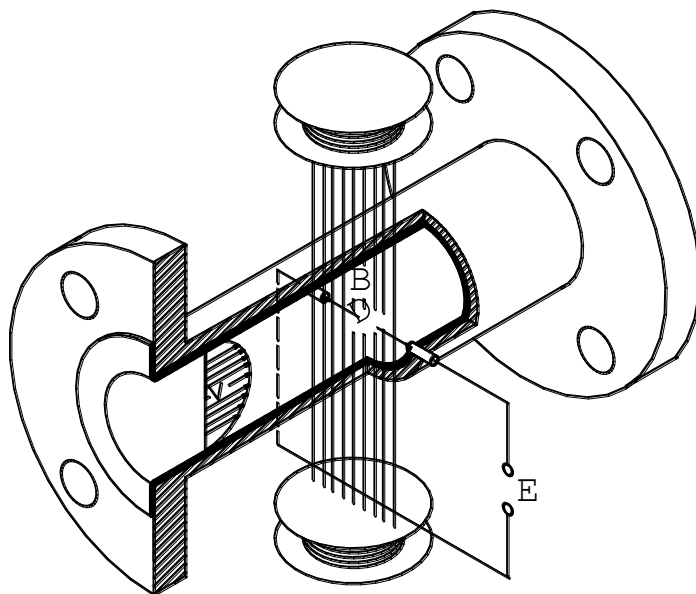

Рисунок 4.1
4.1.1 Принцип действия расходомера основан на явлении электромагнитной индукции (см. рисунок 4.1).
4.2.3 ППР представляет собой отрезок трубопровода из немагнитного материала (см. рис.4.1), внутренняя поверхность которого футерована диэлектриком (фторопластом). В диаметрально противоположных стенках трубопровода установлены два электрода, контактирующие с измеряемой средой и предназначенные для съёма ЭДС индукции (E). Благодаря такой конструкции ППР расходомер вносит минимальное гидравлическое сопротивление в поток жидкости. Магнитная система ППР состоит из двух последовательно включённых катушек возбуждения и магнитопровода. ЭДС индукции усиливается в блоке аналоговой обработки ПМ, преобразуется в цифровую форму и поступает затем в блок цифровой обработки сигнала. Блок аналоговой обработки сигнала также формирует ток, поступающий на катушки возбуждения магнитной системы ППР.